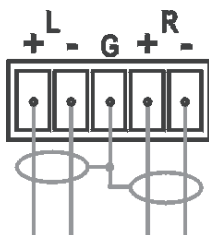

Рис. 4. Подсоединение балансного стереофонического звукового выхода
- Балансное стереофоническое звуковое соединение, см. рис. 4.